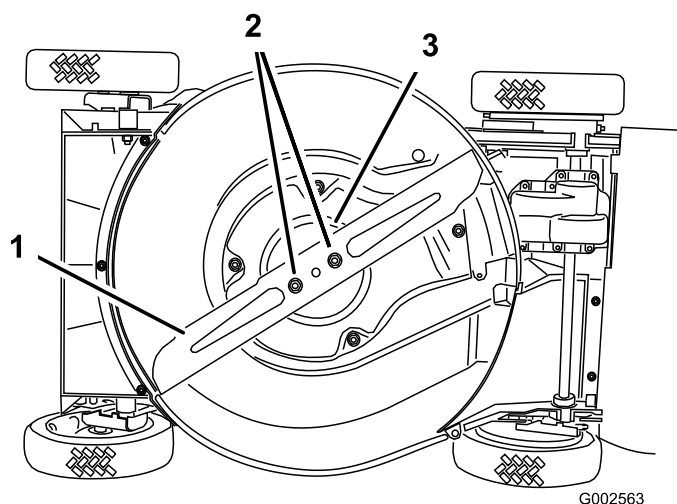

Figure 34
4. Basculez la tondeuse sur le côté **droit** (Figure 34).
Tenez la lame à son extrémité avec un chiffon ou un gant épais. Retirez les écrous de la lame, la coupelle de protection et la lame (Figure 34).
5. Retirez les 2 écrous de la lame, la coupelle de protection et la lame (Figure 34).